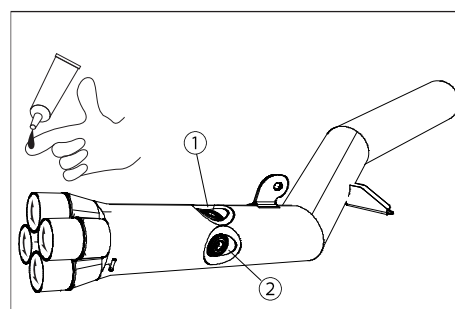

図. 4
- ③ 図. 4 を参考にテールパイプ差込部の内側に付属品のシールボンド ME30(構成部品 12 番)を薄く塗布します。
- ④ 図. 4 を参考に O2 センサーを取り付けます。図. 4 の①に車体右側の O2 センサーを、②に車体左側の O2 センサーを取り付けて下さい。